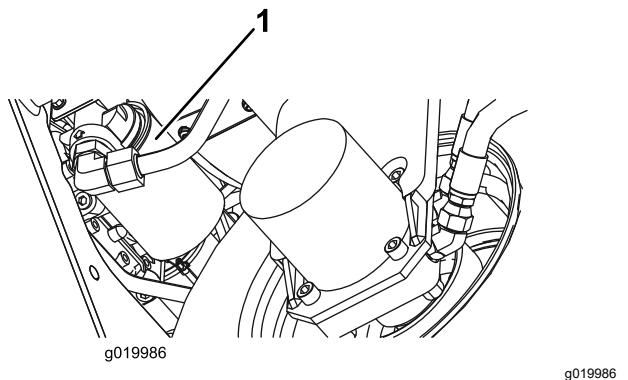

Figura 76
2. Pulite la superficie circostante il filtro. Collocate una bacinella di spurgo sotto il filtro (Figura 76), e togliete il filtro.